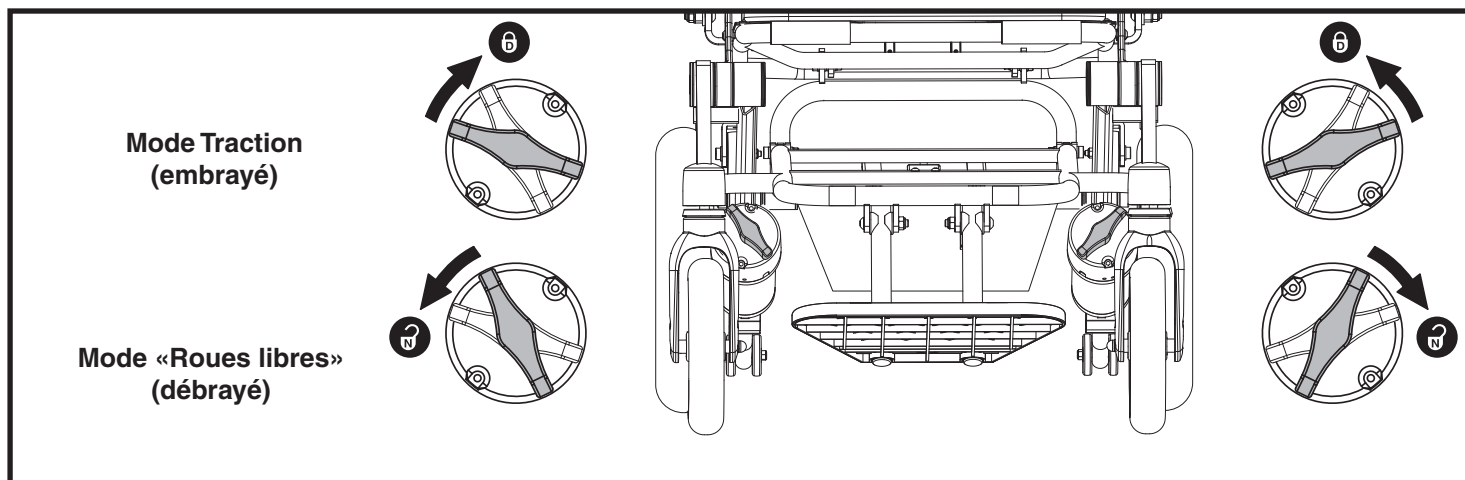

Figure 3. Leviers d'embrayage manuel
1. Trouvez le levier sur chaque moteur. **Voir la figure 3.**
2. Tournez les leviers de roue libre manuels vers l'extérieur pour débrayer les moteurs d'entraînement (mode roue libre). **Voir la figure 3.**
3. Tournez les leviers de roue libre manuels vers l'intérieur pour engager les moteurs d'entraînement (mode conduite). **Voir la figure 3.**